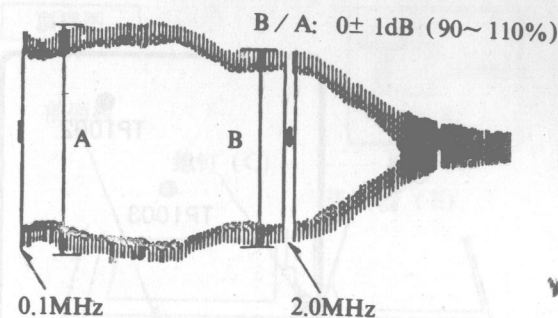

图11
②以SP方式用空白磁带记录视频扫描信号并重放;
③置录像机寻迹控制(Tracking)于定位位置;
④调节VR3012, 使频率响应 $B/A=0 \pm 1\text{dB}$, 如图11所示;
⑤以LP方式用空白磁带记录视频扫描信号并重放;
⑥置录像机寻迹控制于定位位置;
⑦调节VR3013, 使频率响应 $B/A=0 \pm 1\text{dB}$, 如图11所示。
(3) Y-NR 平衡的调试